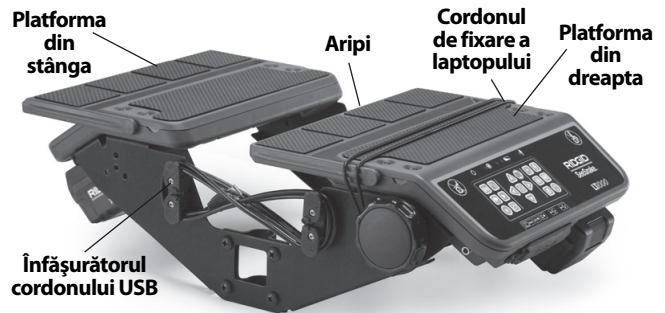

Figura 7 – Coborârea aripilor platformei
5. Treceți cordonul USB al LT1000 spre portul USB al laptopului și conectați-l în port. Înfășurați orice surplus de cordon pe înfășurătorul cordonului. (Vezi figura 7.)